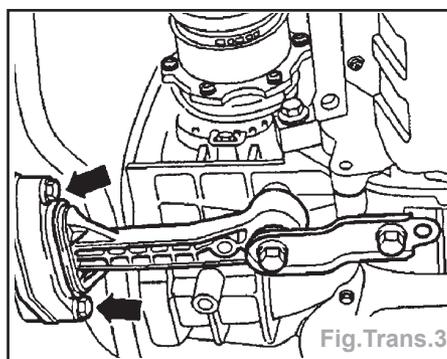

Fig.Trans.3
- Desserrer les vis d'appui de la BV (Fig.Trans.3).